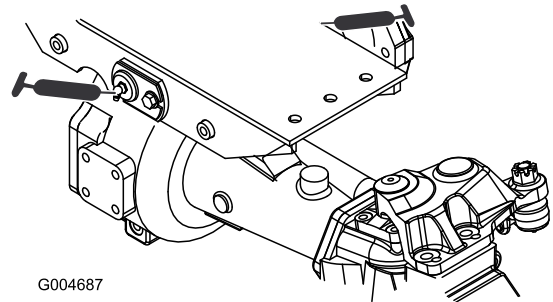

Figura 38
- Casquillos de los pivotes de los ejes delantero y trasero (2) (Figura 38).